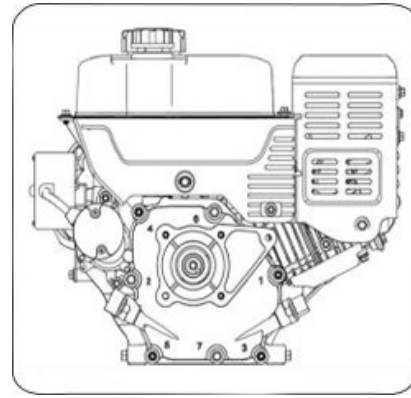

Рисунок 34
2. Отвинтить крышку с маслозаливной горловины и насухо вытереть щуп (см. рис. 34).
1. Найти пробку слива масла (см. рис. 34).
3. Очистить область вокруг пробки слива масла (см. рис. 34).